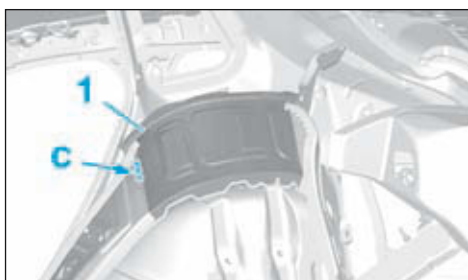

FIG.215
- Poser (Fig.215) :
- la doublure d'aile arrière (partie supérieure) (1),
- Tracer puis percer la doublure d'aile arrière (partie supérieure) (1) en (c).